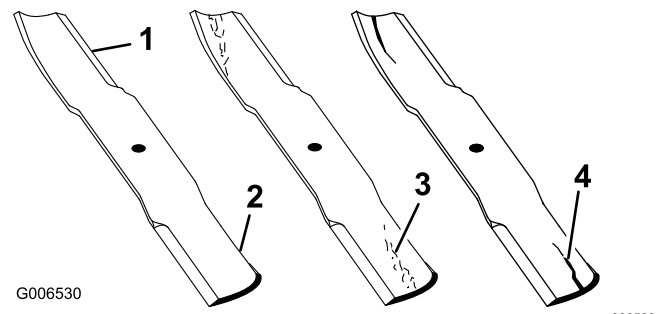

Figura 59
1. Inspectai marginile de tăiere (Figura 59).
4. Dacă observai orice crăpături, urme de uzură sau formarea unei fante în această zonă, instalați imediat o lamă nouă (Figura 59).